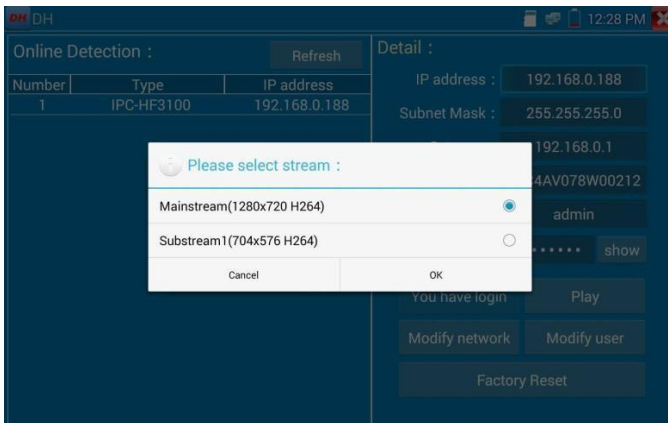

Рис. 133 Выбор видеопотока для тестируемой видеочамеры
3. Если видеочамера поддерживает выбор из нескольких потоков, выберите нужный, рис. 133